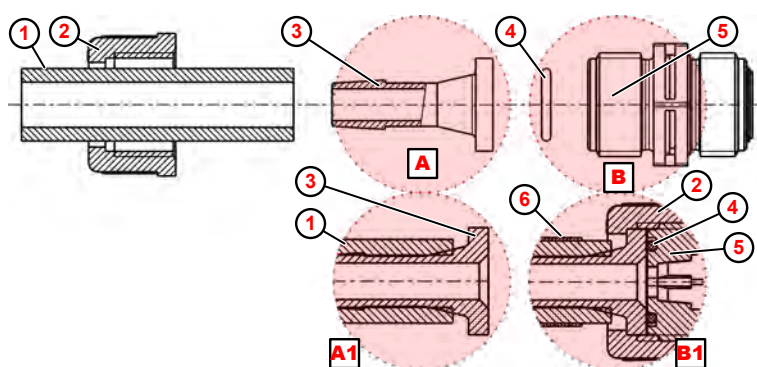

Fig. 9: Rør- og slangetilslutning med monteringsnippel og slangeklemme
1. ➤ Afskær slangen (Fig. 9 , ①) lige.
2. ➤ Skub slangeklemmen ⑥ over slangen ①
3. ➤ Skub omløbermøtrikken ② over slangen ① .
4. ➤ Skub slangen ① til anslag på monteringsniplen ③ (fig. **A1**).
5. ➤ Læg O-ring ④ i suge- eller trykventilens not ⑤ .
6. ➤ Spænd ② omløbsmøtrikken.
7. ➤ Skub slangeklemmen ⑥ ned, og spænd (fig. **B1**).